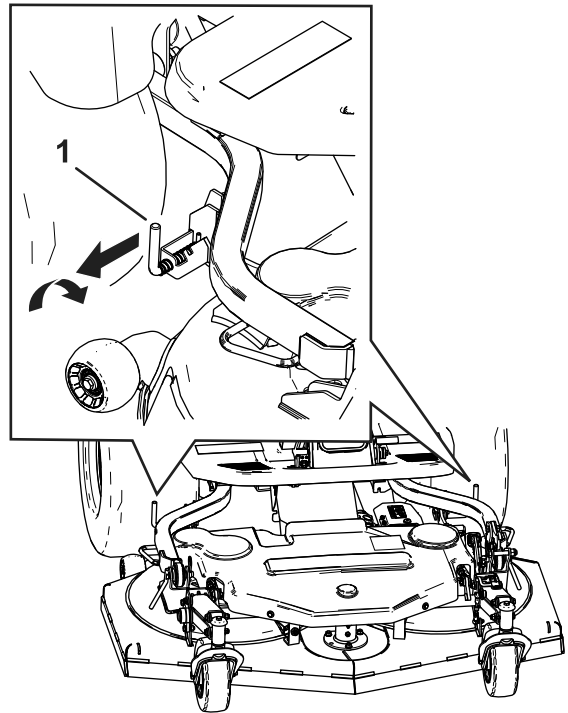

Figura 86
11. Accertatevi che i perni di blocco posteriori siano innestati (Figura 86).
3. Prima di abbassare l'apparato di taglio, tirate e ruotate i perni di collegamento posteriori su entrambi i lati dell'apparato di taglio (Figura 86).